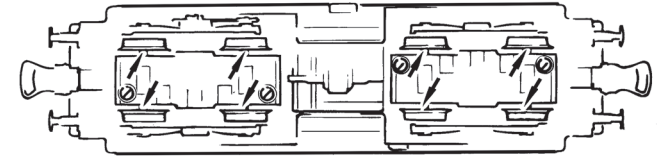
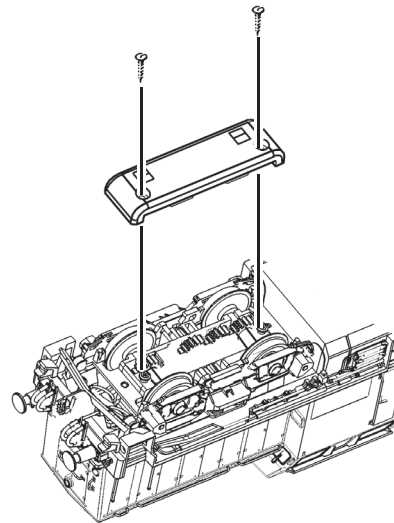

Fig. 7
Fig. 3
2. Schmierung: Versehen Sie die im Schmierplan in Fig. 6 gekennzeichneten Stellen mit nur **kleinen Öltröpfen**. Dazu zuerst das Lokgehäuse abnehmen (Fig. 3). Wir empfehlen den **ROCO Öler Art.-Nr. 10906**. Fürs Schmieren der Getriebeteile (Zahnräder, Schnecke) empfehlen wir das **ROCO-Spezialfett Art.-Nr. 10905**. Im Falle der Schmierung diese Teile **nicht ölen**.
3. Haftreifenwechsel: Zuerst den Getriebedeckel abnehmen (Fig. 4). Danach den **Radsatz** herausnehmen und die **Haftreifen** mit einer Nadel od. mit einem feinen Schraubendreher abziehen (Fig. 7). Beim Aufziehen der neuen Haftreifen darauf achten, dass diese sich nicht verdrehen.
4. Kohlebürstenwechsel: Lokgehäuse abnehmen (Fig. 3). Danach wird der Motor ausgebaut und die Kohlebürsten ausgewechselt (Fig. 7).
2. Lubrication: Apply **tiny oil drops** to spots marked in fig. 6. Prior to lubrication dismantle locomotive (fig. 3). We recommend using item no. **10906, Roco oiler**. For lubrication the gearparts (e.g. cogwheels, worm) we should recommend our Roco **special grease** (item no. **10905**).
3. Change of traction tyre: Remove the gear cover (fig. 4). Take out **wheel set** and remove **traction tyre** using a pin or a fine screwdriver (fig. 7). When pressing on the new traction tyre please **avoid twisting it**.
4. Carbon Brush Changing: First remove loco body (fig. 3), and then the motor (fig. 7).
2. Graissage: N'appliquez **qu'une toute petite goutte** aux endroits indiqués par le plan de graissage (fig. 7) après avoir démonté la caisse de la locomotive (fig. 4). Nous vous recommandons **le graisseur à huile Roco réf. 10906**. Pour graisser les engrenages (roues dentées, vis sans fin) nous vous conseillons la **graisse spéciale Roco réf. 10905** pour engrenages en matières synthétiques. Lorsque vous utilisez cette graisse il faut éviter d'huiler ces composants.
4. Remplacement des balais du moteur: Démontez la caisse (voir fig. 3). Démontez ensuite le moteur et échangez le balais (fig. 7).
1. siehe } Fig.3